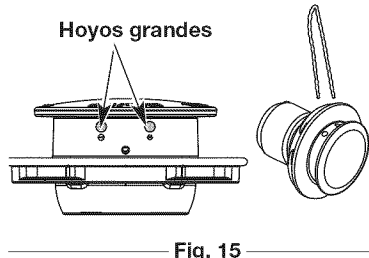

Fig. 15
4. Inserte ambos extremos de la línea en los orificios adecuados ubicados al costado del cabezal de corte (Fig. 15).